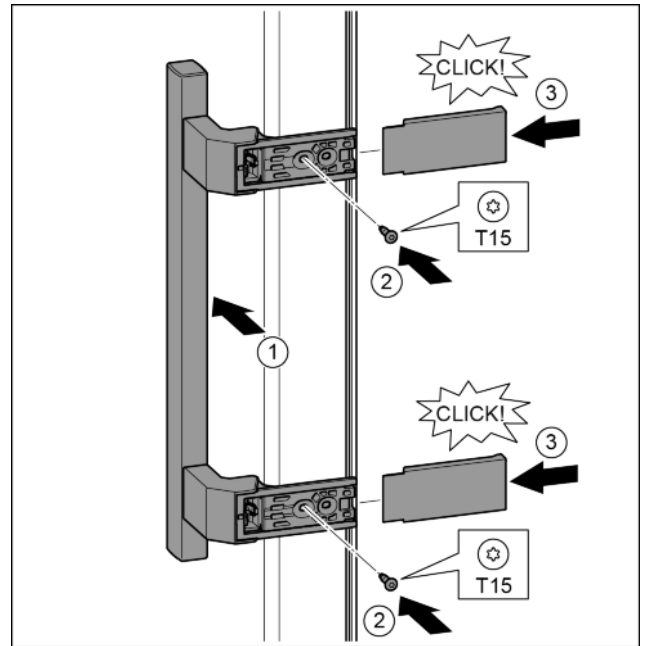

Fig. 20
- ▶ Поставете дръжката от другата страна. *Fig. 20 (1)*
- ▶ С отвертка T15 затегнете винтовете. *Fig. 20 (2)*
- ▶ Поставете отстрани капците и ги нахлузете. *Fig. 20 (3)*